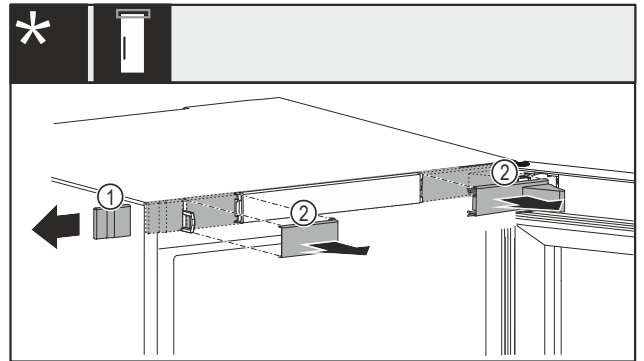

Fig. 14 Mit mechanischem oder elektrischem Schloss*
- Abdeckung Fig. 14 (1) vorsichtig seitlich entfernen.*
- Abdeckungen Fig. 14 (2) vorsichtig nach vorne entfernen.*